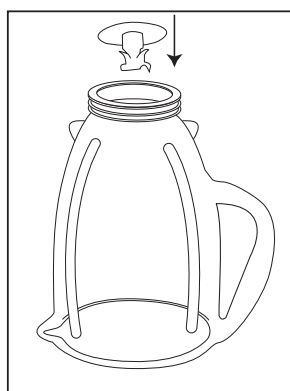

FIGURA 3
- Coloque la cuchilla dentro del vaso. (Figura 3)